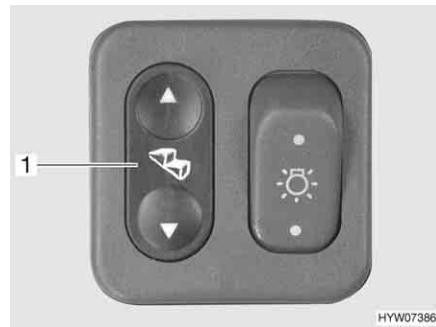
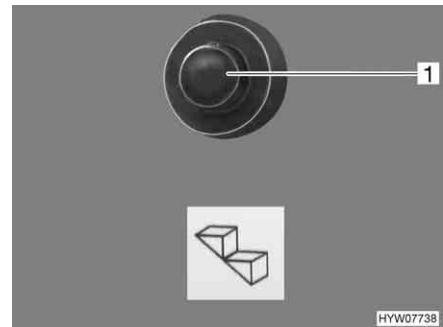

Bild 4 Wippschalter für Eintrittsstufe
Bild 5 Druckschalter für Eintrittsstufe
- Den Wippschalter (Bild 4,1) im Eingangsbereich bzw. den Druckschalter (Bild 5,1) am Armaturenbrett im Fahrerhaus drücken.